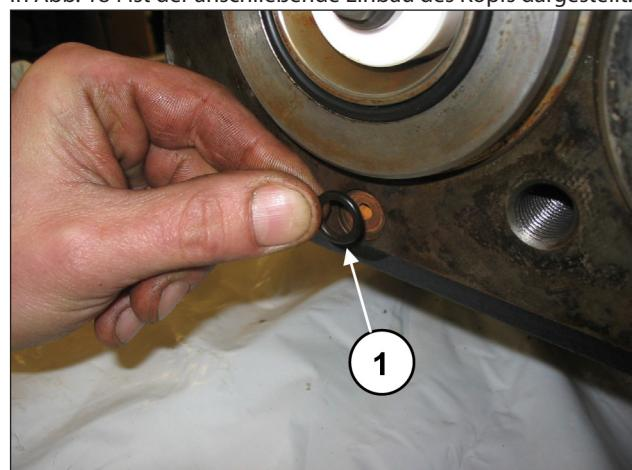

Abb. 183
Setzen Sie den O-Ring an der Umlaufbohrung ein (Pos. ①, Abb. 183).